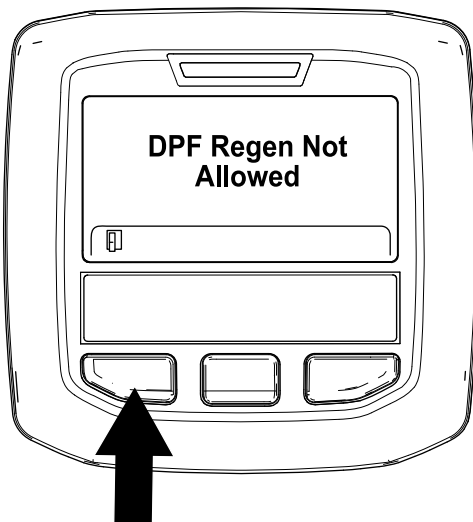

Bild 37
- Wenn der Motorcomputer die Regenerierung nicht zulässt, wird die Meldung „DPF Regen. Not Allowed“ im InfoCenter angezeigt (Bild 37). Drücken Sie die linke Taste, um den Homebildschirm anzuzeigen.